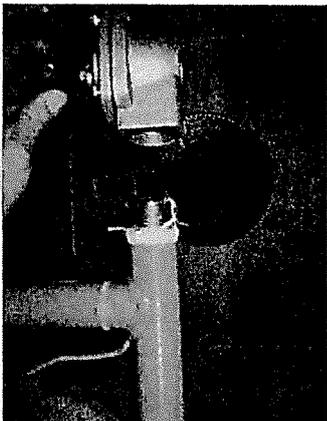

Fig. 3
3. Ripulire la filatura dai residui di teflon (Fig. 3).
2. Aprire il quadro elettrico e scollegare dai morsetti i cavi di pilotaggio (Fig.2) (si consiglia di segnare la corrispondenza dei cavi con il numero indicato), quindi allentare il paessaprete e sfilare i cavi (Fig.3).